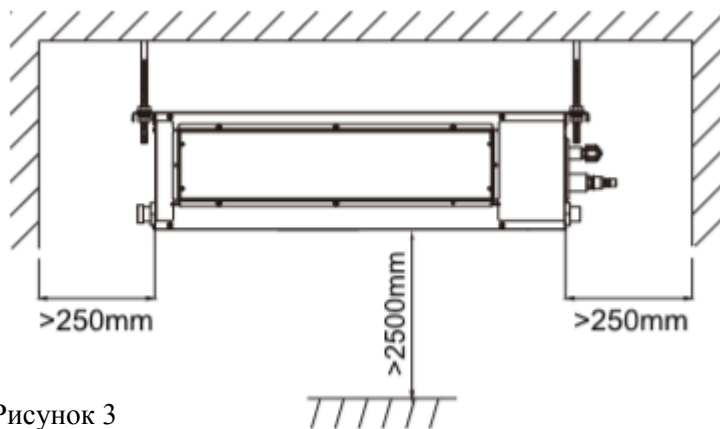

Рисунок 3
4. Необхідно переконатися, що місце для встановлення, показане на рис.3, залишено для доступу до обслуговування.